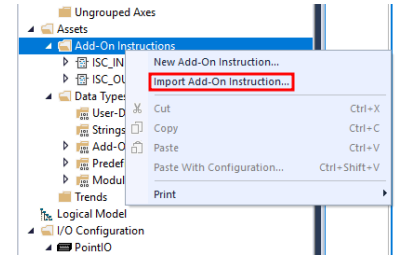

Figure 32: Import Add-On Instruction Controller Organizer
16. 在“控制器组织器”内打开“资产”assets文件夹，然后右键点击“添加指令”，选择“导入添加指令...”，图32.